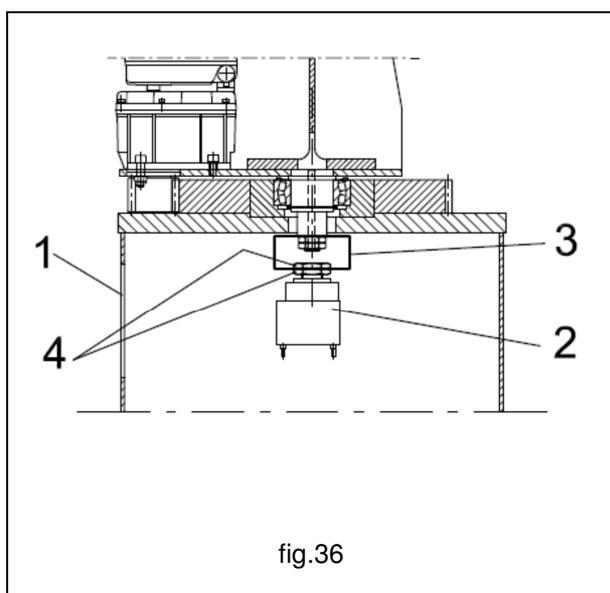

fig.36
- Desde la ventana de inspección 1 situada en la extremidad de la columna, introducir el colector 2 e insertarlo en el soporte del colector 3. Bloquear el colector a través de tuerca y contratuerca 4. (fig. 36)